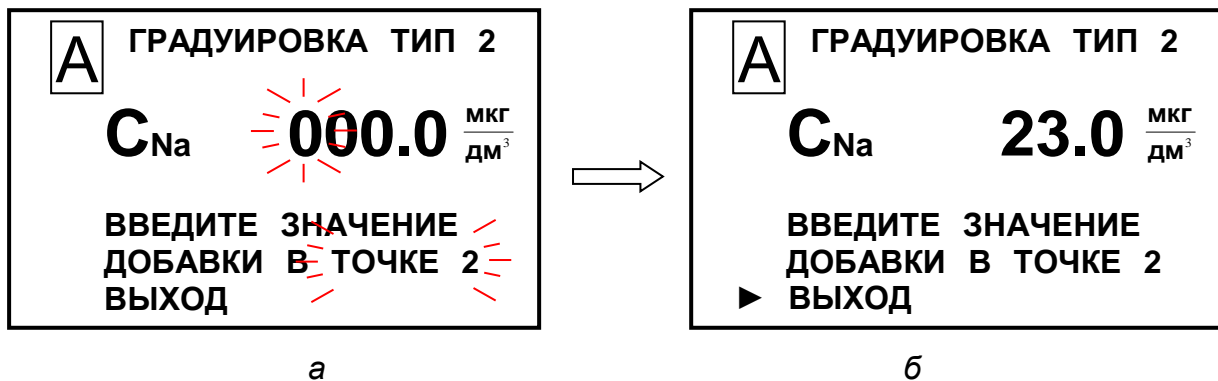

Рисунок 3.27
- 23 Ввести на экране (рисунок 3.27а) значение 23,0 мкг/дм3.
- 24 Установить маркер «▶» на строку ВЫХОД (рисунок 3.27б) и нажать кнопку «МЕНЮ ВВОД». Появится экран в соответствии с рисунком 3.28.